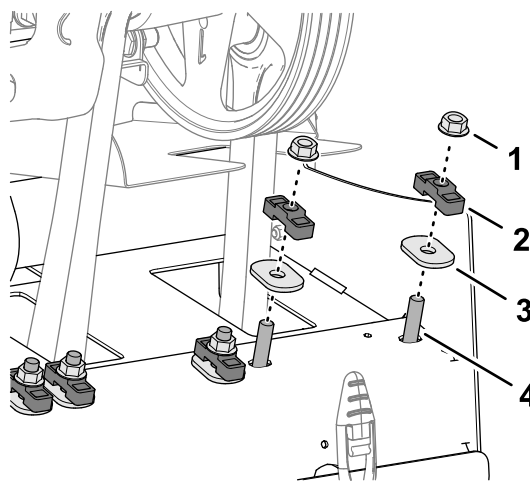

图 132
1. 拆下将 Roto-Link 阻尼器轴固定至机器后机架的 2 个凸缘锁紧螺母 图 132。